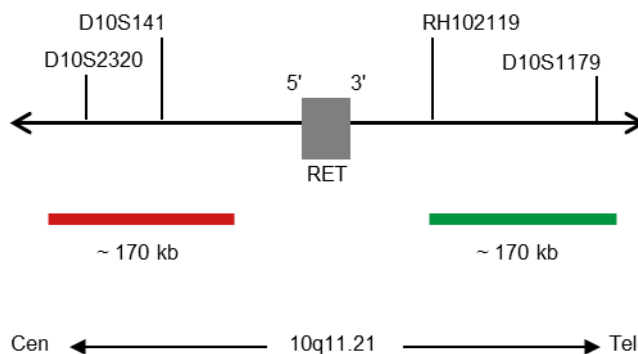

Fig. 1: SPEC RET Cartographie de la sonde (pas à l'échelle)
- Polynucléotides marqués à la digoxigénine (~0,50 ng/ $\mu$ l), qui visent la cartographie des séquences dans 10q11.21\* (chr10:43,687,278-43,856,587) distale de la région des points de rupture de RET (voir Fig. 1).
- Polynucléotides marqués aux dinitrophényles (~0,75 ng/ $\mu$ l), qui visent la cartographie des séquences dans 10q11.21\* (chr10:43,340,888-43,510,171) proximale de la région des points de rupture de RET (voir Fig. 1).